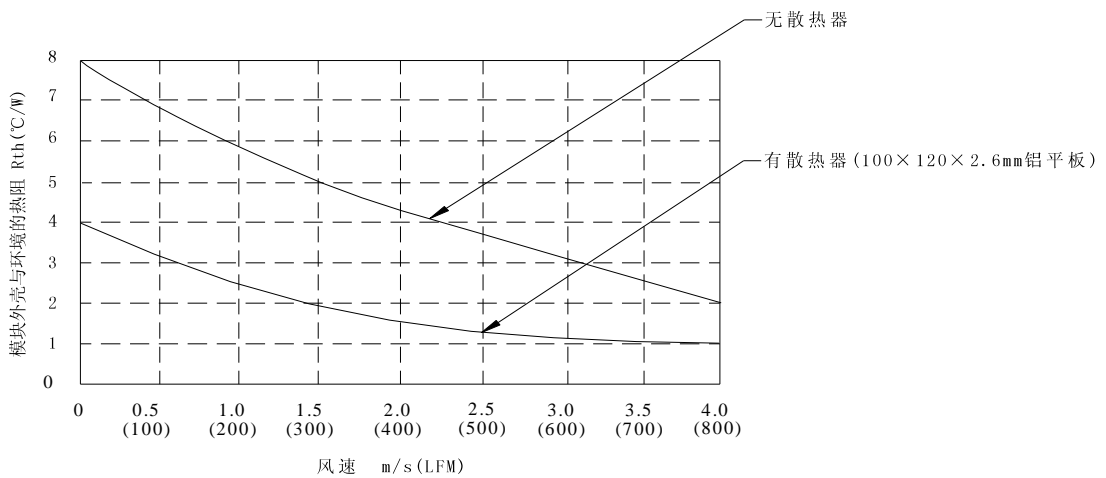

图5 基板对环境热阻与空气流速对应关系曲线
- ii. 根据计算出的热阻值在模块外壳与环境的热阻对应空气流速的关系曲线（图5）选择对应的风速值。实际设计时风速也应考虑降额。